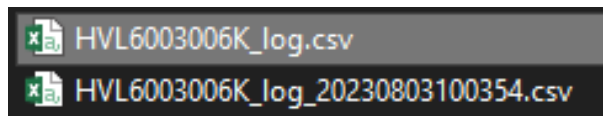

Figure 8.2 Paramètre T. Stamp Filename activé/désactivé
- La **figure 8.2** montre deux exemples de noms d'un fichier avec le paramètre T.Stamp Filename activé ou désactivé.